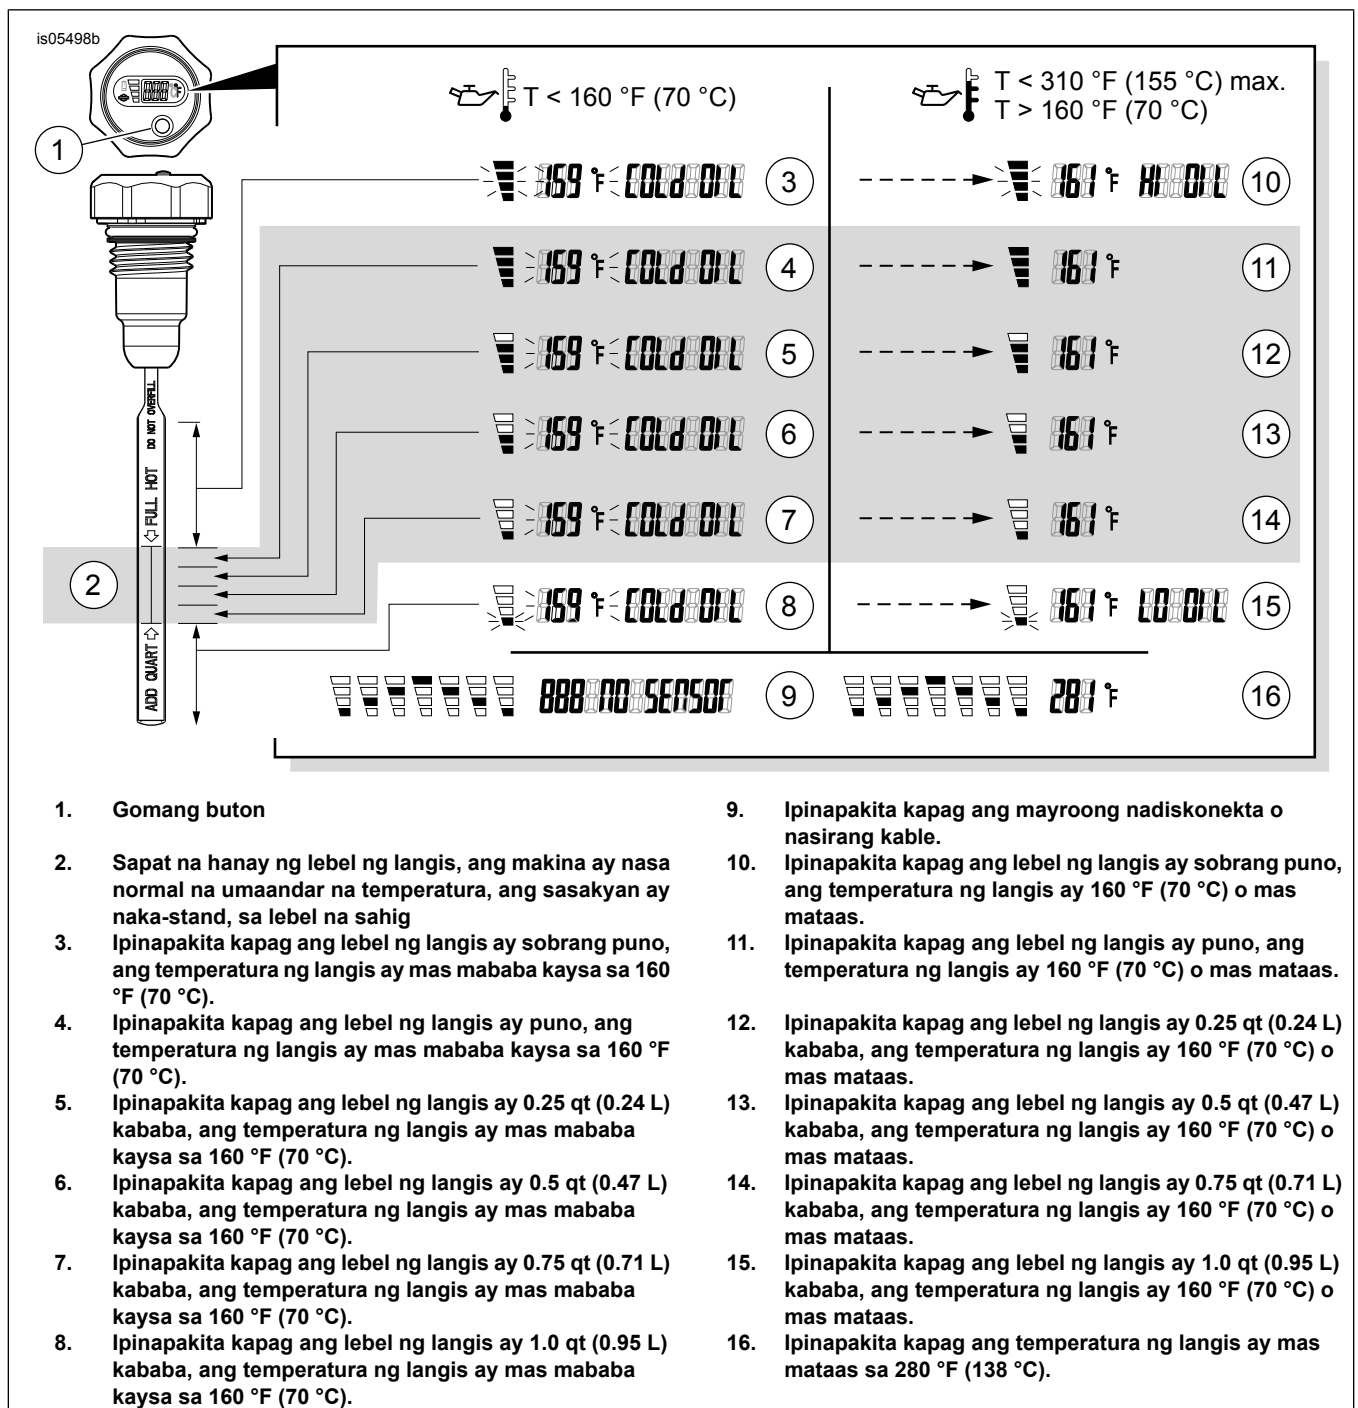

Figure 1. LCD Temperatura ng Langis/Lebel na Dipstick
Tingnan ang Figure 1 . Pindutin at i-release ang gomang buton sa harapang mukha upang ma-display:
- Ang wastong lebel ng langis ay ipapahiwatig sa Figure 1 , display 4-8 (mga bars na nagpapakita ng lebel ng langis at nagpapakita ng temperatura ng langis, na sinusundan ng "MALAMIG NA LANGIS" NA mensahe kapag malamig ang makina). HUWAG MAGDAGDAG NG LANGIS upang dalhin ang lebel sa markang FULL sa dipstick kapag MALAMIG ang makina.
- Pindutin ang i-release ang gomang buton sa harapang mukha ng LCD temperatura ng langis/lebel na dipstick upang ipakita ang temperatura at lebel ng langis sa tangke ng langis. Ang wastong lebel ng langis ay ipapahiwatig sa Figure 1 , display 11-14.
Isang "888 NO SENSOR" na error code at animated na mga lebel bar (Figure 1 , display 9) ay nagpapahiwatig ng isang diskonektado o may sira na kable.
*Upang makatulong na mapigilan ang pagkabigo ng mga elektroniko sa loob, ang dipstick ay hindi sumusukat sa **lebel** ng langis kapag ang **temperatura** ng langis ay lalampas ng 138 °C (280 °F). Nagpapakita ang animated lebel bars, kasama ang temperatura (Figure 1 , display 16), ng hanggang maximum na reading na 155 °C (310 °F).*